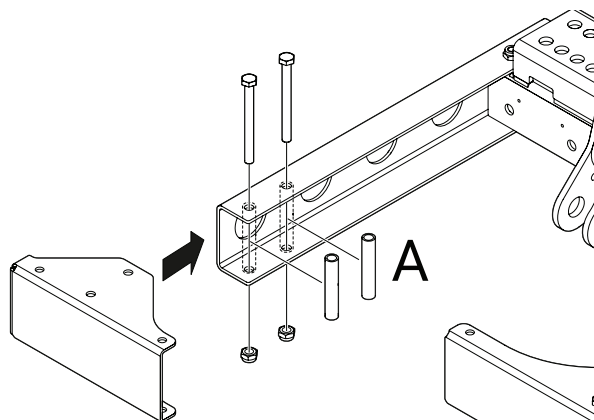

Bild 38. Montering av yttre plåtprofil (ZU)
Montera de yttre plåtprofilerna med 2 skruvar M10x110 vardera. Montera med distansrören (A) i konsolernas U-profil. Se Bild 38.